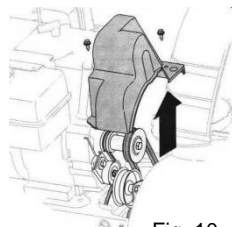

Fig. 10
1. Îndepărtați capacul curelei din partea din față a motorului înlăturând cele două șuruburi pentru tablă. Vezi Fig. 10